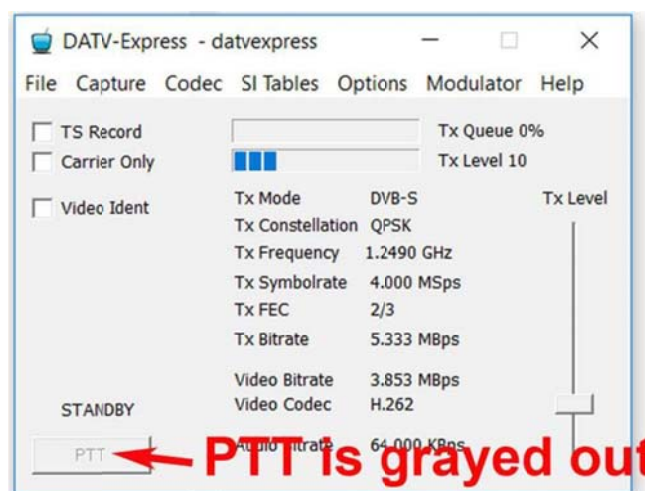

Figure 12 - L'écran initial principal, vous devriez voir après installation est exécuté et quand v1.25LP11 est en cours d'exécution dans le DUMMY MODE.
- Double-cliquez sur l'icône de bureau haut. L'écran principal du logiciel Express_DVB_Transmitter devrait ouvrir dans le DUMMY MODE comme indiqué dans Figure 12. Le bouton PTT reste grisé jusqu'à ce que la carte à mise sous tension et enregistré dans la section 3.0).